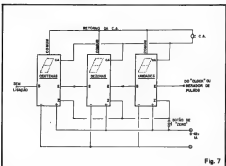
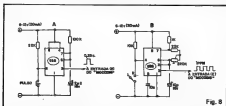

Fig. 7
Fig. 8
A fig. 7 mostra o diagrama básico
Contudo, existem integrados plenamente compatíveis com os CMOS, que podem trabalhar conjuntamente com estes, embora pertençam a outras "famílias". É o caso, por exemplo, de "marjádunimo" 555, cuja falta de tensão de alimentação, nível e forma dos sinais de saída "baterem direitinho" com os requisitos de qualquer circuitagem baseada em integrados CMOS, fluídos nesta compatibilidade, na fig. 8 damos duas interessantes sugestões práticas para circuitos de comando, ambos capazes de acionar um (ou mais, conforme fig. 7...) MOCODIG. Nos dois casos a diversificação pode provir da mesma fonte de baixa tensão CC usada para o módulo, já que tanto o circuito 8-A quanto o 8-B "acostumam" 6 a 12 volts para a sua energização. Vamos a alguns detalhes aplicativos:
- 8-A - O circuito, conjugado com um arranjo idêntico ao da fig. 7, resultará num prático placar para quadras ou campos esportivos (se-tilho, obviamente, necessários dois conjuntos, para a marcação dos tempos dos dois times. . .) No início do jogo, aperta-se o botão de "Zero" (ver fig. 7) dos dois displays (o placar, então, mostrará "000" - "000" . . .). No decorrer do jogo, a cada tento de cada time, basta uma pressão momentânea no botão de "Pulso" (fig. 8-A) do respectivo conjunto, quando então o display indicará "001", "002", "003", etc., e assim por diante, a cada toque no botão de "Pulso".
- 8-B - Para um marcador de tempo (relógio para placar esportivo) simples, o circuito ilustrado pode ser conjugado a um arranjo também semelhante ao da fig. 7 (porém com
apenas dois módulos ou dígitos). Um ajuste prévio (com o auxílio de um relógio comum) no trim-pot de 220K permitirá que o 555 gere exatamente um pulso por minuto (1 PPM). No início do jogo aperta-se o botão de "Zero" (fig. 7), com o display indicando então "00". Iniciando-se o jogo, passa-se a chave do circuito, da posição "D" para a posição "L", com o que o tempo começará a ser contado (depois de 1 minuto o display indicará "01", após 2 minutos, mostrará "02" e assim por diante, até "99" correspondendo a 99 minutos. . .). Havendo a necessidade de uma interrupção ou "desconto" no tempo (muitas modalidades de jogos permitem ou exigem esse tipo de cronometragem. . .), basta posicionar a chave em "D", retornando-a à posição "L", assim que o juiz determinar seqüência na contagem do tempo. Em jogos ou modalidades esportivas que requirirem também a contagem dos segundos, o display deverá ser dotado de pelo menos 4 dígitos (4 MOCODIGs, na configuração da fig. 7). Nesse caso, o trim-pot deverá ser ajustado para a geração de um pulso por segundo (1 PPS), e o capacitor eletrolítico original do circuito 8-B deverá ser substituído por um capacitor de políster de 150n ou 180n.